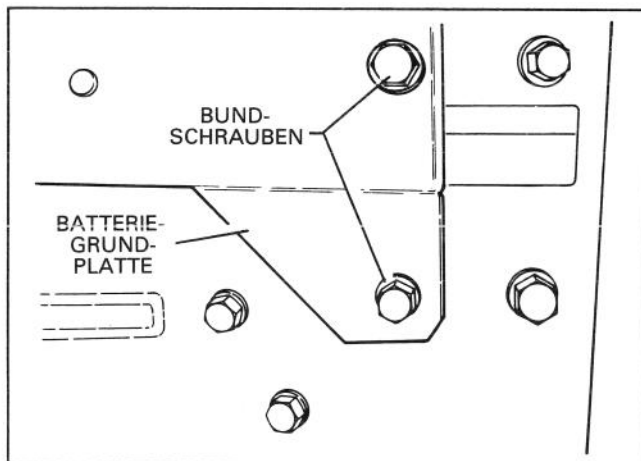

Abb. 15
23. Die Vorderseite der Batteriegrundplatte mit (2) 25 mm Bundschrauben am Motorrahmen und Tragrollensatz anbringen (Abb. 15).